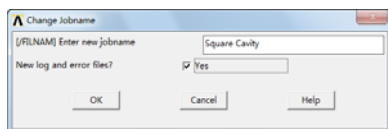

图 8-56 “Change Jobname”对话框
①定义工作文件名：依次选择 Utility Menu→File→Change Jobname，会出现“Change Jobname”对话框，在对话框中输入工作文件名 Square Cavity，并将 NEW log and error files 设置为 Yes，如图 8-56 所示，单击“OK”按钮关闭对话框。